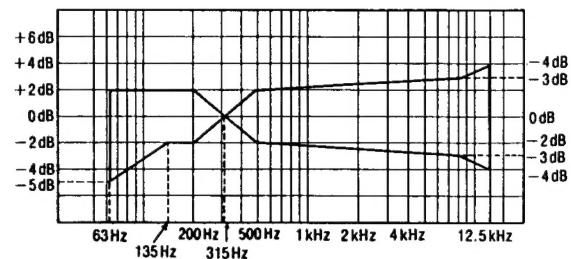

Abb. 6
2. Achten Sie darauf, daß der Frequenzgang für beide Kanäle (L-K, R-K) in dem in Abb. 6 gezeigten Bereich liegt.